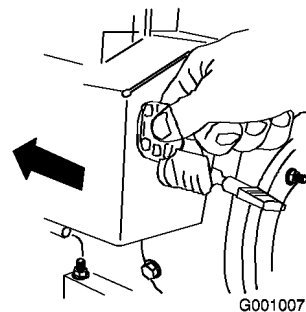

Figura 28
5. Inserite la chiave di accensione (Figura 28).